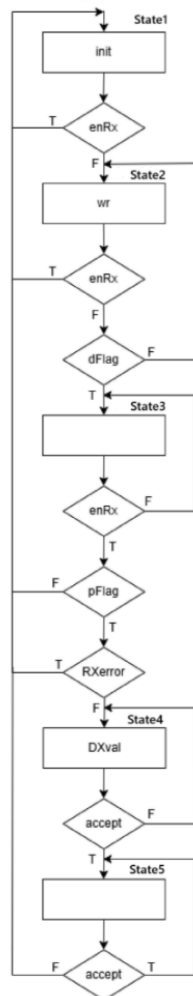

Figura 4: Máquina de estados do Serial Receiver
- **Serial Control** — máquina de estados que gere a receção (ver Figura 4);